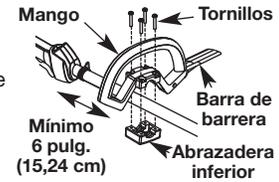

Fig. 2
2. Coloque la manija encima de la carcasa del eje. Coloque la abrazadera inferior debajo de la carcasa del eje. Alinee el mango y la abrazadera inferior (Fig. 2).
3. Coloque los 4 tornillos a través del mango y en la abrazadera. (Fig. 2). Use un destornillador grande de cabeza plana o un destornillador Torx T-25 para apretar parcialmente los tornillos.
4. Sin dejar de sujetar la unidad en posición de operación, mueva el mango hasta el lugar que le dé el mejor agarre. Colóquelo a una distancia mínima de 6 pulgadas (15,24 cm) de la base de la empuñadura del eje (Fig. 2).
2. Sin dejar de sujetar la unidad en posición de operación, mueva el mango hasta el lugar que le dé el mejor agarre. Colóquelo a una distancia mínima de 6 pulgadas (15,24 cm) de la base de la empuñadura del eje (Fig. 2).